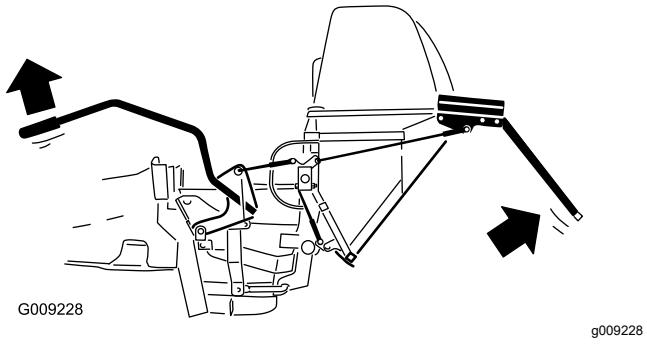

Figura 47
4. Presione la palanca hacia abajo para cerrar la puerta (**Figura 47**).